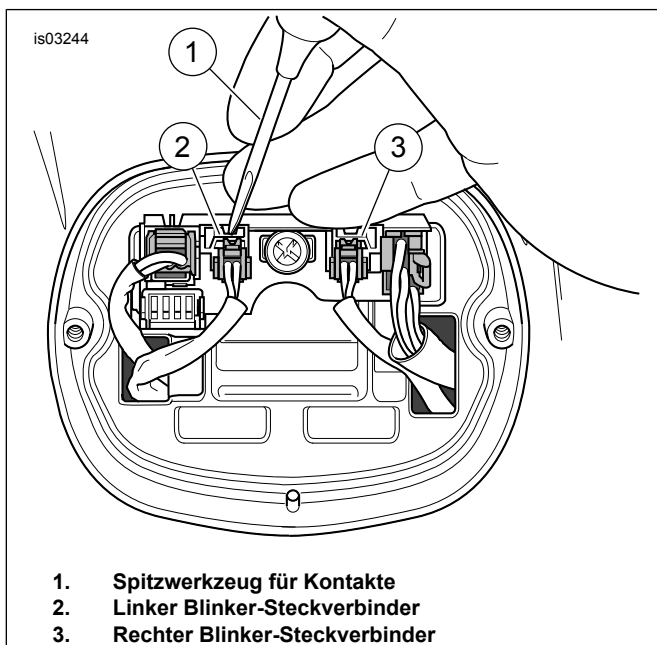

Abbildung 2. Blinker-Steckverbinder entfernen
3. Siehe Abbildung 2. Mit einem Spitzwerkzeug für Kontakte (1) die Verriegelungszungen niederdrücken, und die Blinker-Steckverbinder (2-polig) (2, 3) ausbauen. Die Steckverbinder für den Einbau des Teilesatzes aufheben. Siehe AMP MULTILOCK-STECKVERBINDER im Werkstatthandbuch.